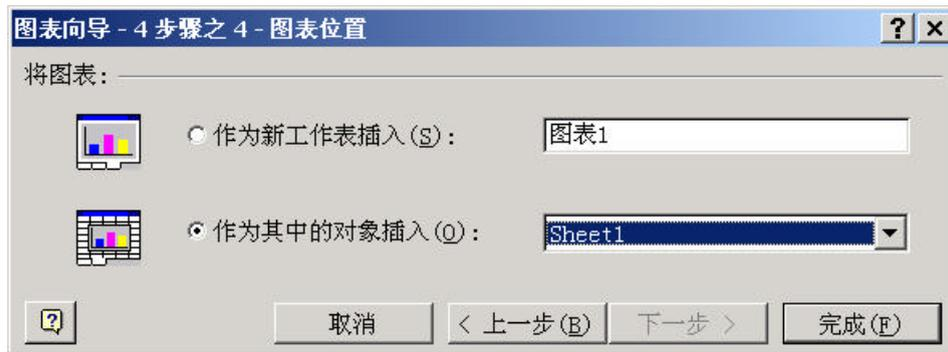

图 4-11 图表向导 - 4 步骤之 4 - 图表位置
- 4) 在下一步显示的[图表向导 - 4 步骤之 4 - 图表位置]对话框里，请从[作为其中的对象插入(O)]的列表框内选择[Sheet1]（图4-11），最后按下[完成(F)]命令按钮。